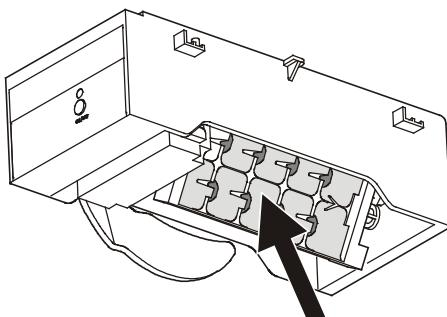

Figura 22
- A continuación, debe vaciarse la bandeja del fabricador de hielo (**Figura 22**). Vea el capítulo "El fabricador de hielo durante las vacaciones" para obtener más información.
Si sale de vacaciones por un período largo, la cubitera del fabricador de hielo (flecha en la **Figura 22**) debe vaciarse.
La cubitera del fabricador de hielo rota hacia abajo. Cuando aparece la temperatura interior en la pantalla, la cubitera se encuentra en la posición hacia abajo (**Figura 22**) y el fabricador de hielo se apaga automáticamente.